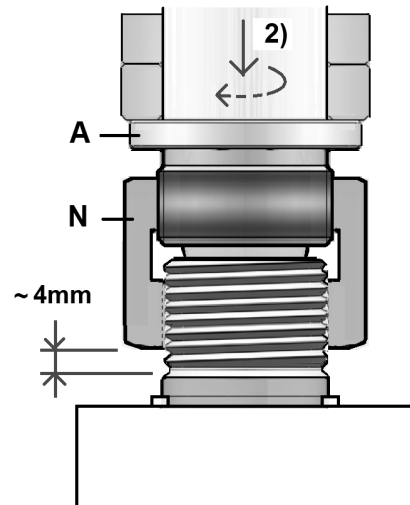

Fig 11
2) Monter le mandrin de fraisage (A, Fig 11), le visser dans l'écrou différentiel (N).